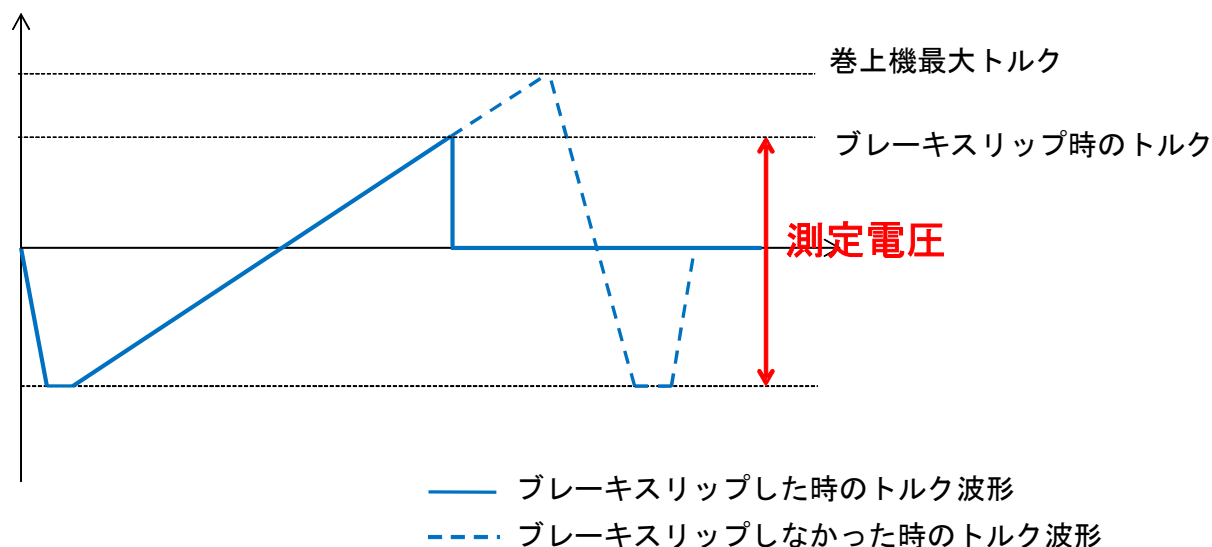

図4-4. ブレーキ制動トルクの測定波形と電圧測定箇所
13. 図4-4に示すブレーキ制動トルクの波形測定を実施して、ブレーキスリップ時のトルクまたは巻上機最大トルク、間の波形より電圧測定して、表4を用いてブレーキ1 ブレーキ制動トルクとブレーキ2 ブレーキ制動トルクを計算する。
これにより、ブレーキ制動トルク波形の基準線が 0V から-1V にシフトされるため、図4-4の電圧測定方法で対応できるようになる。ブレーキ制動トルクの計算式は表4と同じである。